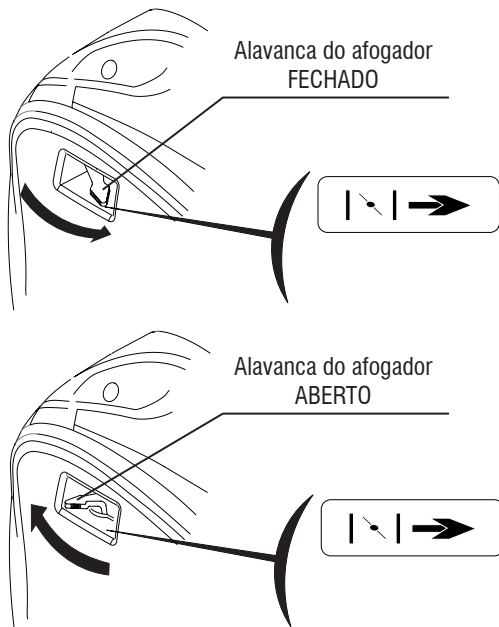

Fig. 3 – Alavanca do afogador
do afogador (1) deve estar na posição fechada durante a partida. Após o gerador entrar em funcionamento, a alavanca deve ser movida lentamente para a posição aberta (fig. 3).